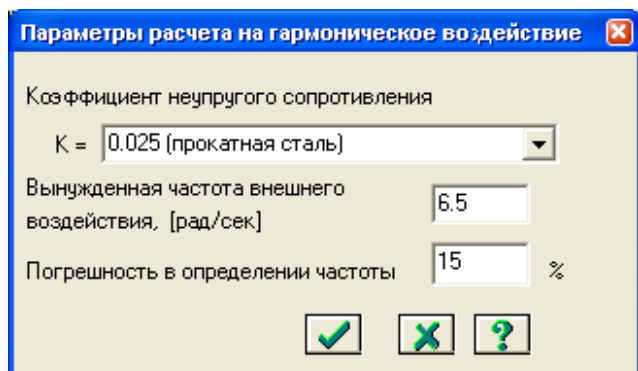

Рис.3.16. Диалоговое окно Параметры расчета на гармоническое воздействие
- В диалоговом окне **Параметры расчета на гармоническое воздействие** (рис.3.16) задайте следующие параметры: